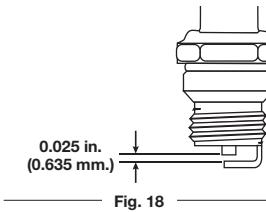

Fig. 18
- Use un calibrador de hoja para ajustar la abertura de la bujía a **0.025 pulgadas (0.635 mm)** (Fig. 18).